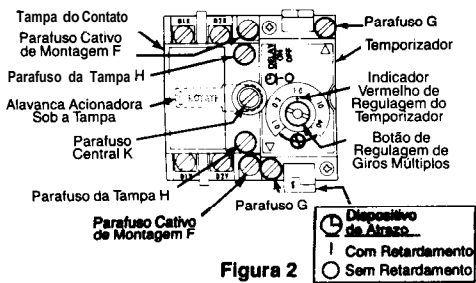

Figura 2
- 1.5 Os dispositivos de temporizacao aparecem na extremidade inferior da montagem do temporizador. Figura 2. Se e desejado o modo oposto, seguir as etapas abaixo relacionadas.
- 2.1 Soltar os dois parafusos cativos de cabeca acanalada G, identificados pelo simbolo A. Figura 2. Não remover os parafusos Philips com se-lo preto.
- 3.1 Soltar parafusos cativos da tampa He remove-la Figura 2.